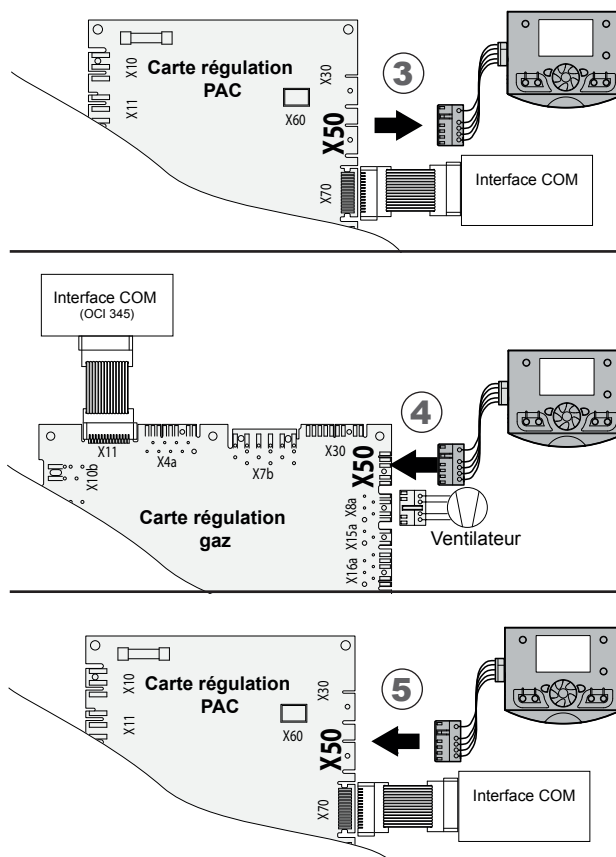

fig. 46 - Branchement temporaire de l'interface utilisateur sur la carte de régulation gaz (LMS)
Pour effectuer les contrôles de combustion (lors d'un changement de gaz ou lors de la maintenance), il est possible de mettre en fonctionnement le générateur gaz indépendamment de la PAC (fig. 46).
- **3** - Débrancher la nappe interface utilisateur du RVS (connecteur X50) (fig. 46).